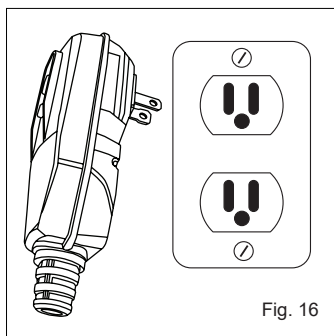

Fig. 16
- Desenrolle el cable de alimentación por completo y conecte el GFCI a una toma de corriente de 120 voltios con conexión a tierra. (Fig. 16).